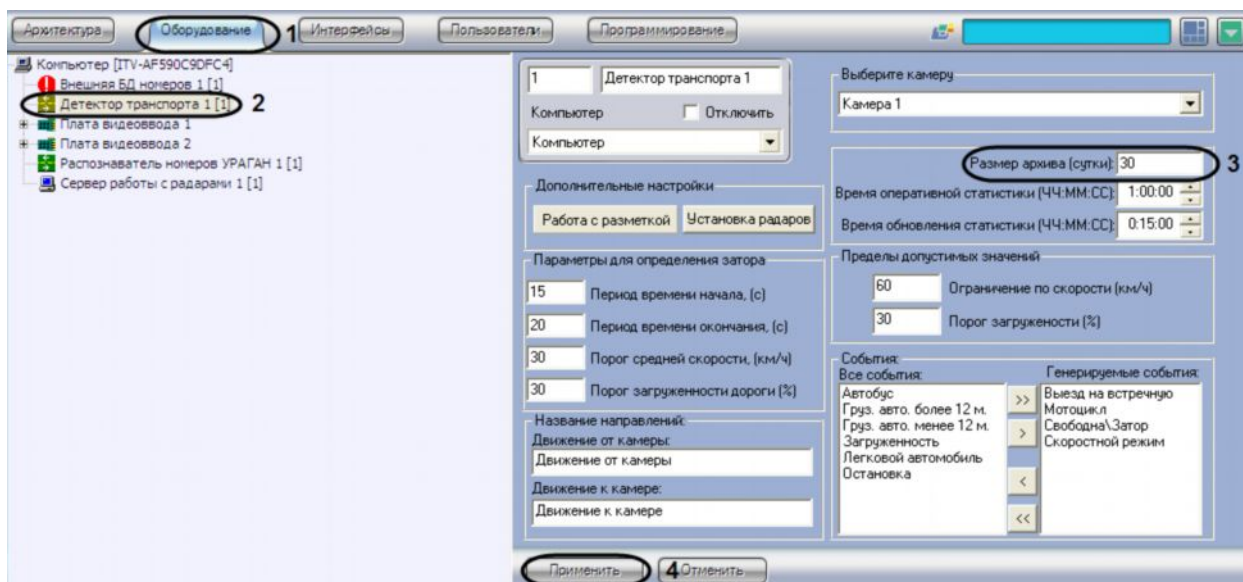

Рис. 7.5.3-1 Настройка глубины хранения записей в базе данных
- В диалоговом окне «Настройка системы» перейти на вкладку «Оборудование» (см.Рис. 7.5.3-1, 1).
- В дереве объектов на вкладке «Оборудование» выбрать объект «Детектор транспорта», соответствующий настраиваемому программному модулю «Детектор транспорта» (см. Рис. 7.5.3-1, 2). В правой части вкладки «Оборудование» отобразится панель настройки выбранного объекта.
3. В поле «Размер архива (сутки)» указать глубину хранения записей в базе данных. Единица измерения параметра «Размер архива» выражается в сутках (см. Рис. 7.5.3-1, 3).
4. Нажать кнопку «Применить» (см.Рис. 7.5.3-1, 4).